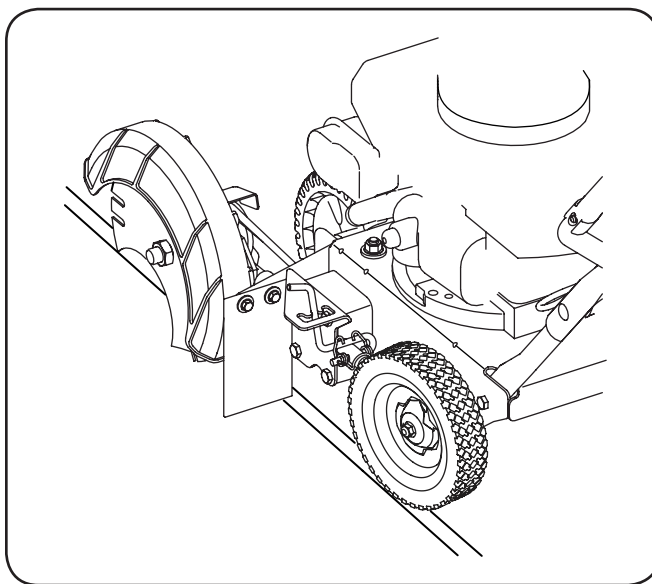

Figura 5-2
1. Mueva la unidad al área que va a recortar, asegurándose de que la rueda posterior izquierda esté sobre una superficie dura y que la cuchilla esté sobre el área a cortar. Vea la Figura 5-2.